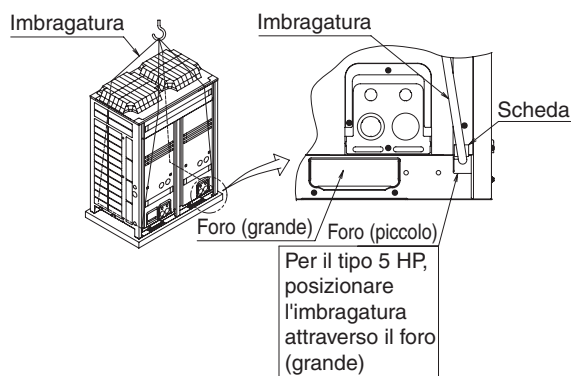

Figura 6
- 4. Se l'unità è sospesa, usare un'imbracatura di stoffa per evitare che l'unità riporti danni. Tenere presenti i seguenti punti, sospendere l'unità seguendo la procedura mostrata in figura 6.
- 5. Dopo l'installazione, rimuovere le staffe di trasporto posizionate sulle grandi aperture. **(Vedi figura 6)**